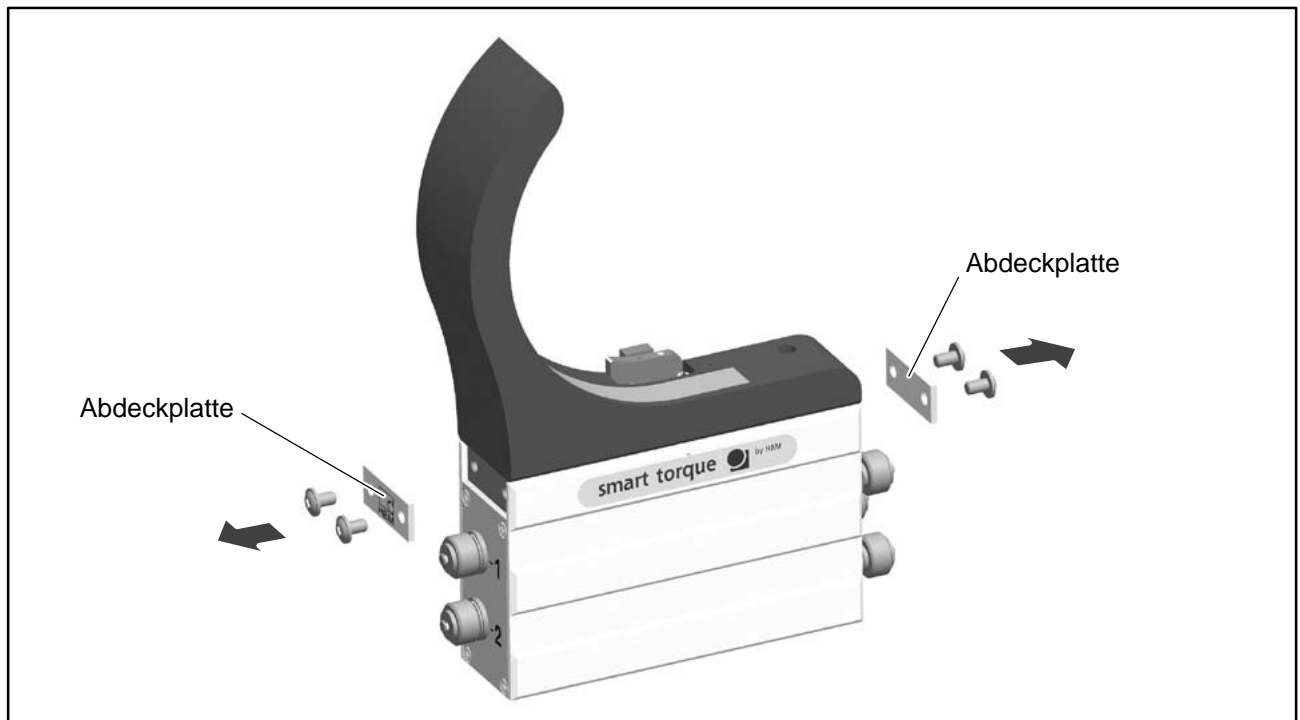

Abb.6.4: Abdeckplatten am Statorgehäuse
1. Entfernen Sie die seitlichen Abdeckplatten am Statorgehäuse (siehe Abb.6.4.)